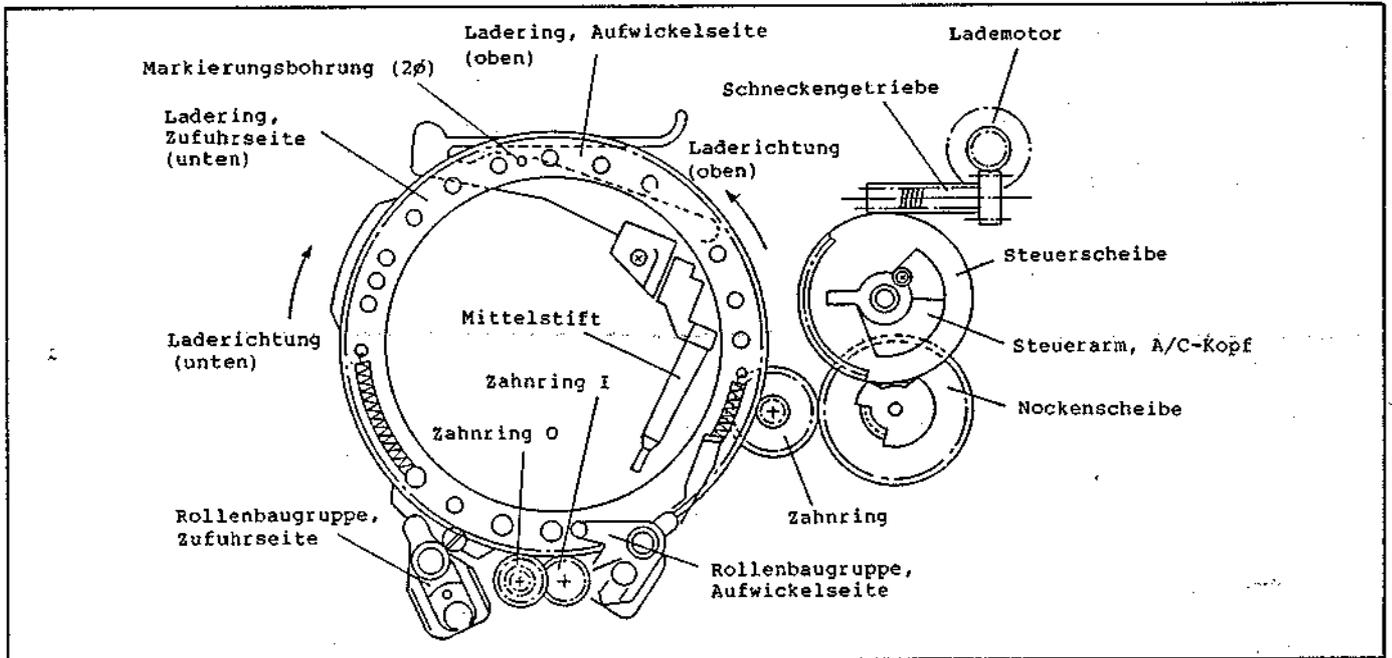

Abb. 7.4 Die Lademechanik
(10) A/C-Kopf
Dieser Kopf besteht eigentlich aus (1) dem Audio-Löschkopf, (2) dem Audio-Kopf und (3) dem Steuerkopf. Der Audiolöschkopf wird zum Löschen des Audiosignales beim Audio-Aufnahmebetrieb verwendet. Der Audiokopf dient zur Aufnahme und Wiedergabe des Audiosignals. Der Steuerkopf dient zur Aufnahme und Wiedergabe des Servo-Steuersignals (CTL). Der A/C-Kopf befindet sich vor dem Einlegen der Kassette neben der Andruckrolle und wird während des Ladebetriebs vom A/C-Kopf-Steuerarm gemäß Abb. 7.4 positioniert und dann in dieser Stellung von der Kraft gehalten, die durch den Druck des A/C-Kopf-Steuerarmes auf die Blattfeder auf der A/C-Kopfplatte erzeugt wird.
(11) Mechanikbetriebsartenschalter
(Abb. 7-4 bis 7-9)
In Abbildung 7.4 ist die Lademechanik in Draufsicht dargestellt. Der Lademotor auf der rechten Seite des Chassis ist die Antriebsquelle für den Kassettenladebetrieb. Während des Ladebetriebs wird das Band von der Abwickelspule her gezogen und um den Zylinder gewickelt. Die Rotation des Antriebsmotors wird über zwei Schneckengetriebe übertragen, deren Drehung wiederum auf die Folgescheibe, die Ringscheibe und zum unteren Zufuhr-Ring übertragen wird, welcher letzterer einer der beiden um den Zylinder angeordneten Laderinge ist. Am Zufuhr-Ring ist die Zufuhr-Führungsrollenbaugruppe angebaut, die sich während der Drehung des Zufuhr-Ringes in den Auschlag (V-Block) des